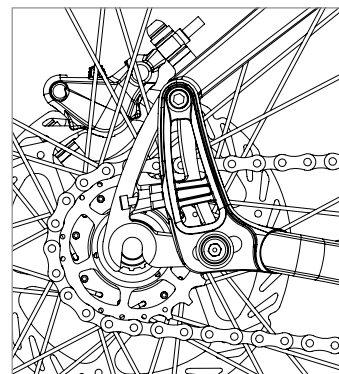

Figure 11
- Tourner la vis de tension côté chaîne jusqu'à obtenir la tension de chaîne souhaitée et/ou jusqu'à ce que le dégagement pour les pneus soit correct (figure 11)